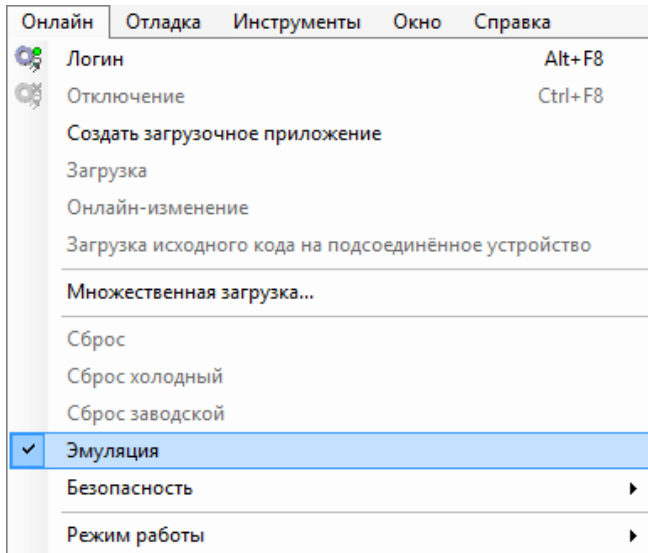

Рис. 81. Включение режима эмуляции
1. Включить режим **Эмуляция** (рис. 81).